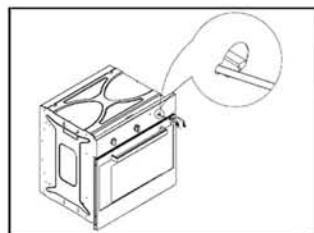

Рис.5
- при наличии металлической передней панели, регулировка должна выполняться через отверстие, которое находится с левой стороны ручек (Рис. 5)